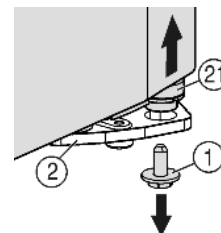
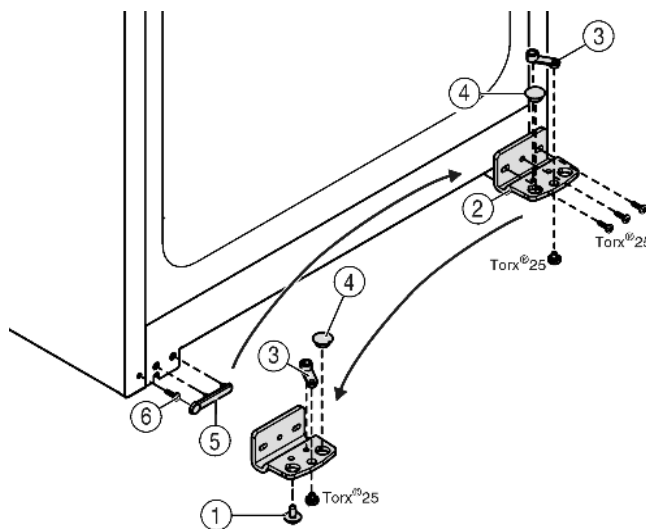

Fig. 4
Fig. 5
- ▶ Rechts onder aan de lagerbus de borgschroef *Fig. 4 (1)* uitdraaien.
- ▶ De lagerbout *Fig. 4 (21)* komt uit de lagerbus *Fig. 5 (2)* los.
- ▶ Indien de lagerbout *Fig. 4 (21)* niet los komt, de bout van onder naar boven drukken.
- ▶ Lagerbus *Fig. 5 (2)* losschroeven.
- ▶ Lagerdeel *Fig. 5 (3)* losschroeven en in het tegenoverliggende opnamegat van de lagerbus omzetten en weer vastschroeven.
- ▶ Stop *Fig. 5 (4)* uit de lagerbus verwijderen en in de tegenoverliggende opening van de lagerbus omzetten.
- ▶ Afdekking *Fig. 5 (5)* aan kant van de greep voorzichtig wegnemen.
- ▶ Schroef *Fig. 5 (6)* uitdraaien en aan de andere kant weer indraaien.
- ▶ Afdekking *Fig. 5 (5)* weer terugplaatsen.
- ▶ Lagerbus *Fig. 5 (2)* aan de nieuwe scharnierzijde evt. met behulp van een accuschroevendraaier weer **goed (met 4 Nm)** vastschroeven.
- ▶ Borgschroef Fig. 4 (1) onder in de lagerbout draaien en vastschroeven (**met 4 Nm**).